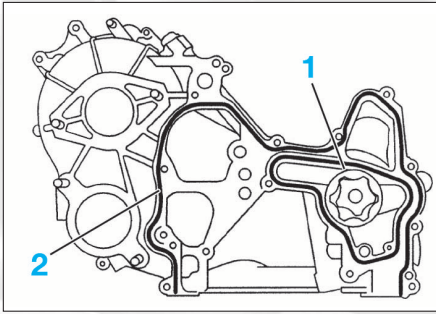

FIG. 37
- poser un joint (1) de pompe à huile neuf sur le carter de cascade pignons et appliquer de la pâte d'étanchéité neuve (2) d'une largeur de 5 mm aux points indiqués (fig. 37).